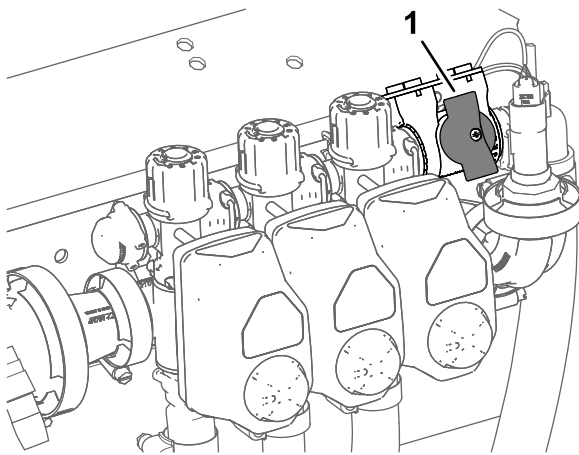

図 45
4. 散布率モードで使用している車両の場合は、個別ブームバイパス停止バルブのノブが閉まっていることを確認する 図 45。
5. 散布率モードで使用している車両の場合は、個別ブームバイパス停止バルブが閉じていることを確認する 図 45。